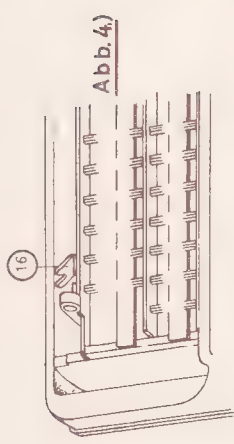

Abb. 4.)
- b) Gabelhebel 16 (Abb. 4 u. 5) nach links schalten, (ohne Gewaltanwendung),